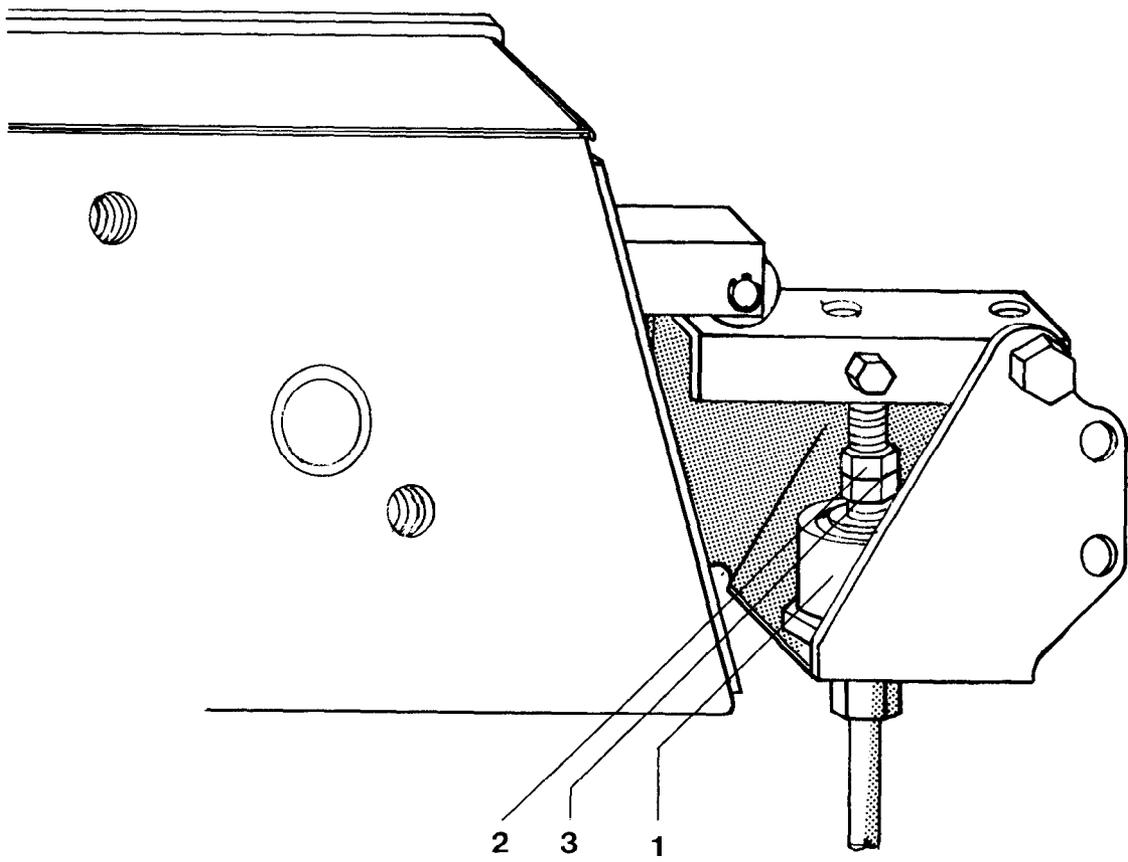

Fig. 14
- 8.2 Sollte der Hydraulikzylinder (Fig. 14/1) den Schaltkasten nicht umschalten, sind folgende Einstellungen bei ausgefahrenem Zylinder vorzunehmen:
- Kontermutter (Fig. 14/2) lösen.
- Mutter (Fig. 14/3) so weit nach rechts drehen, bis der Schaltkasten hörbar umschaltet, danach die Mutter zwei Umdrehungen weiterdrehen und kontern.
- Kontermutter (Fig. 14/2) festziehen.